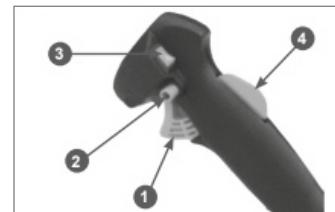

Рис. 7
- Нажмите одновременно на рычаг газа 1 и предохранительный рычаг 4 так, чтобы рычаг газа прошел примерно $\frac{1}{2}$ своего хода и заблокируйте его нажав на фиксатор 2. (Рис. 7)
- После запуска переведите двигатель в режим холостого хода. Для этого нажмите на рычаг газа 1 (Рис. 7) и отпустите его. Фиксатор 2 (Рис. 7) при этом освободит от блокировки рычаг газа, рычаг газа встанет в положение холостого хода. Прогрейте двигатель на холостых оборотах в течение около 30-60 секунд.